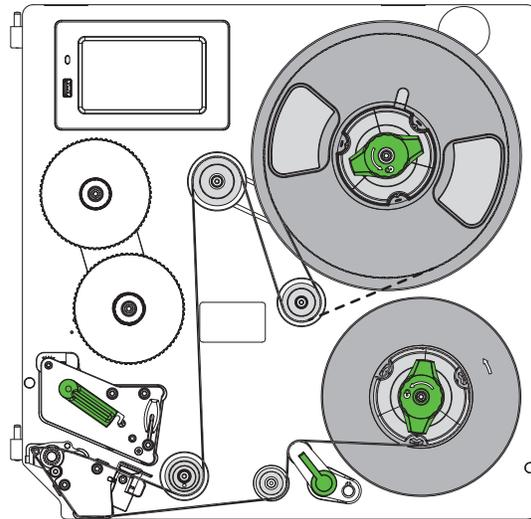

Bild 12 Etikettenlauf
1. Hebel (4) gegen den Uhrzeigersinn drehen, um den Druckkopf (2) anzuheben.
3. Etikettenstreifen (5) gemäß Bild 12 zur Druckeinheit führen. Die gestrichelte Linie gilt für innengewickelte Etiketten.
4. Etikettenstreifen durch die Etikettenlichtschranke (3) bis zur Spende- oder Anschlagkante (1) einlegen und bis zum Anschlag an der Montagewand schieben. Die Druckseite der Etiketten muss von oben zu sehen sein.
5. Etiketten so weit über die Spende- oder Anschlagkante (1) hinauschieben, dass der Streifen über das Zugsystem bis zum internen Aufwickler reicht. Etiketten vom über die Spende- oder Anschlagkante hinaus ragenden Trägermaterial entfernen.